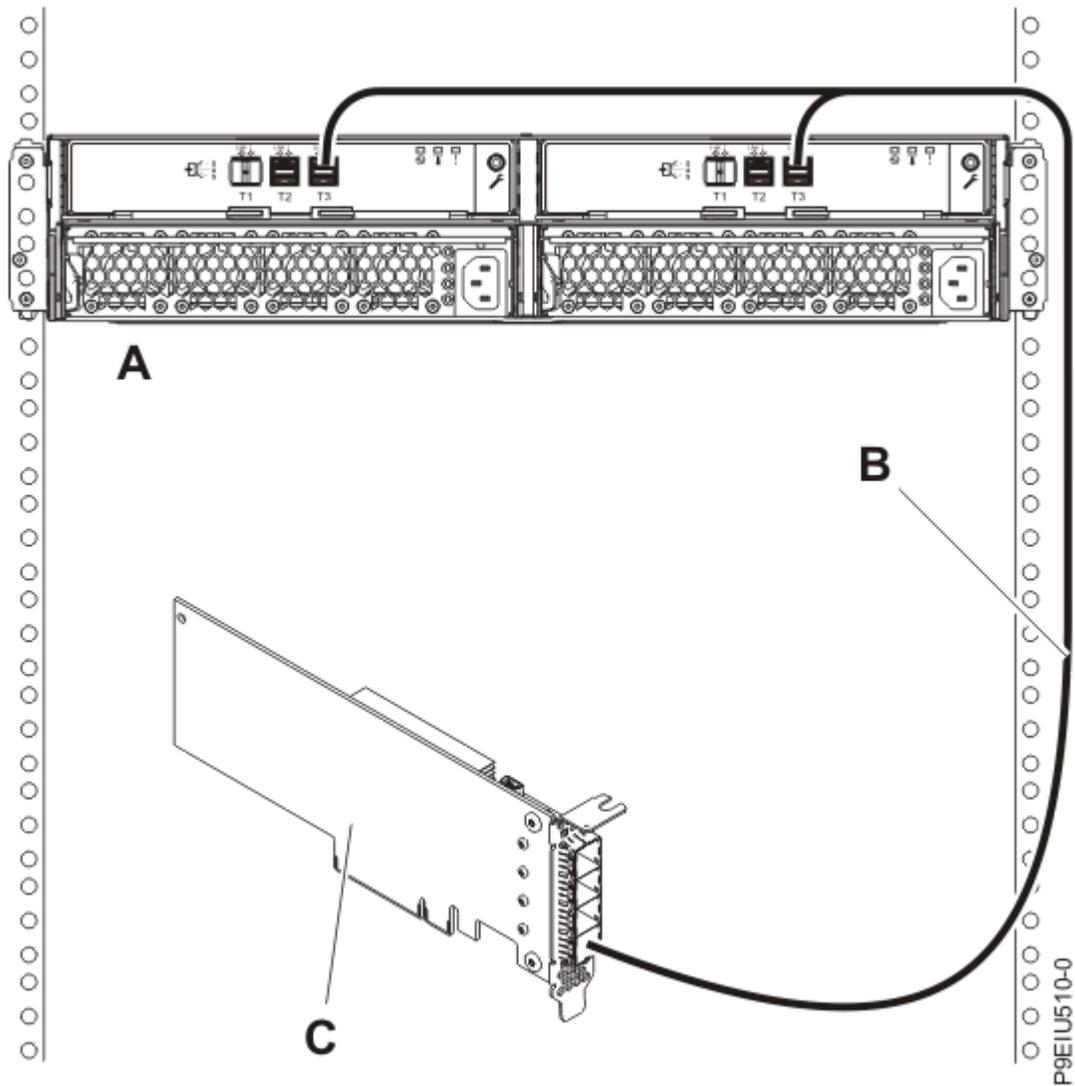

Abbildung 13. Modus 1-Anschluss einer ESLL- oder ESLS-Speichereinheit mit einem YO12-Kabel an einen einzelnen SAS-Adapter (FC EJ0J, FC EJ0K oder FC EJ0M)
13. Schließen Sie dann ein Gehäuse im Modus 1 **(A)** mit einem YO12-Kabel **(B)** an einen einzelnen SAS-Adapter **(C)** (FC EJ0J, FC EJ0K oder FC EJ0M) an, wie in Abbildung 13 auf Seite 19 dargestellt, und fahren Sie anschließend mit „Kabel und Netzkabel anschließen und Abdeckungen installieren“ auf Seite 30 fort.